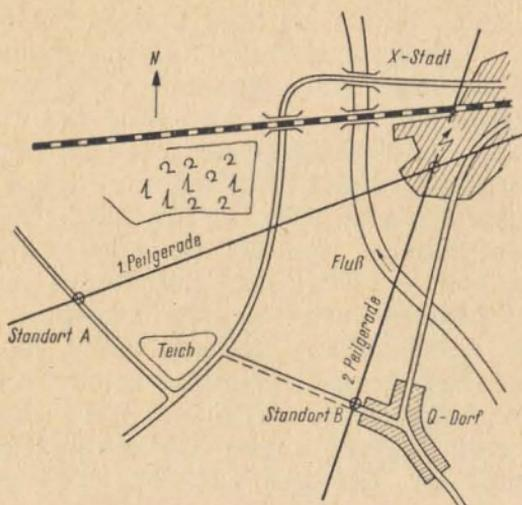

Bild 7. Die Kreuzpeilung — Es wird von zwei verschiedenen Standpunkten aus gepeilt; der Schnittpunkt der ermittelten Peillinien ergibt den Senderstandpunkt
Der Jäger könnte sich nun dadurch helfen, daß er die ermittelte Richtung vom Standort A aus (Bild 7) genau auf einer Karte des betreffenden Geländes einzeichnet, dann zu einem anderen Standort (B) läuft, auch von dort aus die Richtung durch Peilung ermittelt und sie auf der Karte einzeichnet. Liegen die beiden Standorte, von denen die Peilungen durchgeführt wurden, genügend weit auseinander, so erhält man aus den Peilgeraden beider Peilungen eine sogenannte Kreuzpeilung. Der Schnittpunkt der beiden Peilgeraden gibt auf der Karte den Standort des Senders an. So weiß man also, in welcher Richtung der Sender liegt. Das ist aber, wie gesagt, nur dann der Fall, wenn die beiden Peilstandorte genügend weit auseinander liegen. Sind sie zu dicht beieinander, was bei einem sehr weit entfernt liegenden Sender der Fall ist, so kann dieser auch in der falschen Richtung ermittelt werden, wenn eine der Peilgeraden infolge ablenkender Bodenverhältnisse nicht mit der tatsächlichen Richtung übereinstimmt (Bild 8).